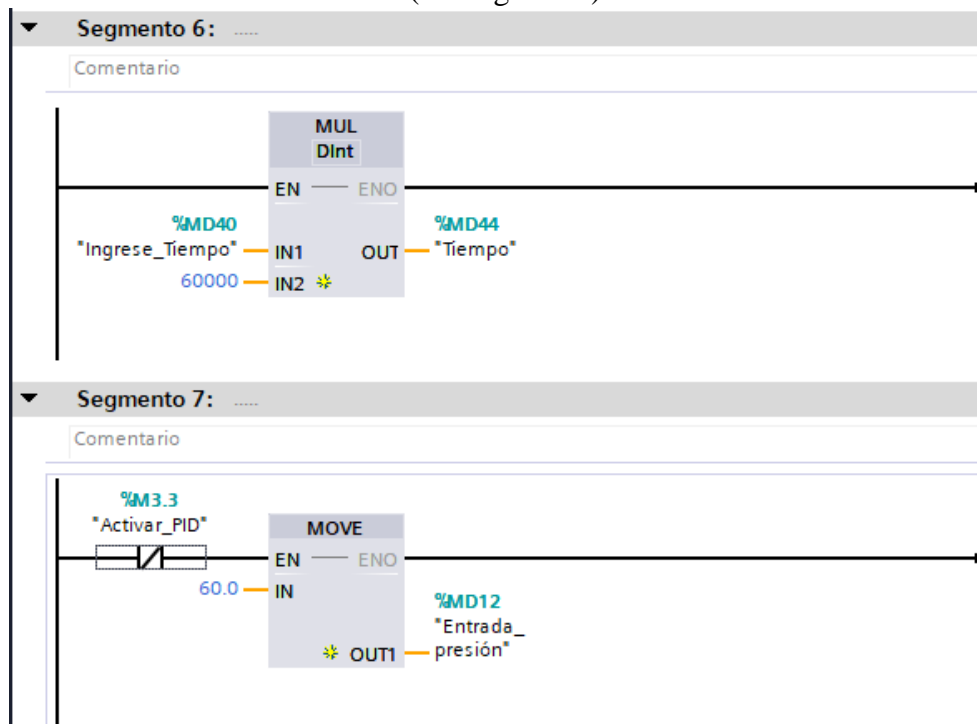

Figura 35. Configuración segmento 6 y 7.
- En el séptimo segmento se configurará un bloque “Move”, para ajustar una variable cuando el procesos no está en funcionamiento (ver Figura 35).